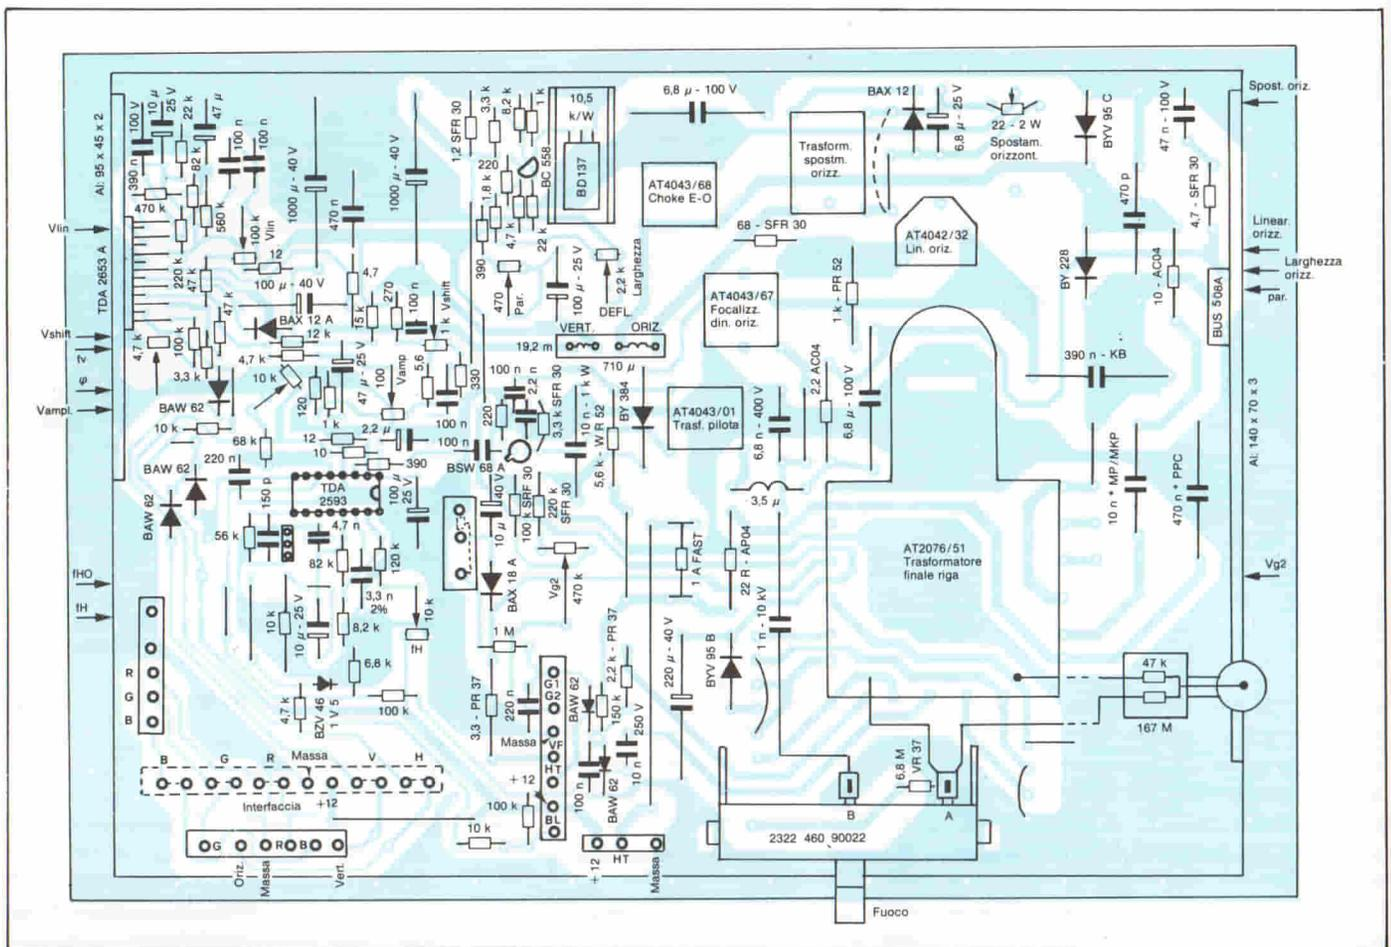

Fig. 9 - Circuito stampato per le basi dei tempi di riga e di quadro visto dalla parte dei componenti.
**Avvertenza.** I circuiti stampati con i componenti montati delle figure 9, 10 e 11, non sono in grandezza naturale. La Philips-Elcoma è però in grado di fornirli in scala 1:1 a chi ne facesse richiesta. Indirizzare le richieste a Philips-Elcoma, Ufficio UDT - P.zza IV Novembre, 3 - 20124 Milano. ■
- (1) Ciuciura/Cadovic - Cinescopi per sistemi digitali: tipi e caratteristiche. Selezione di tecniche elettroniche n. 6 1982 pag. 29.
- (2) Ciuciura e Cascianini - Monitor a colori ad elevata definizione: 500 pixel per riga. Selezione di tecniche elettroniche n. 3 1982 pag. 22.